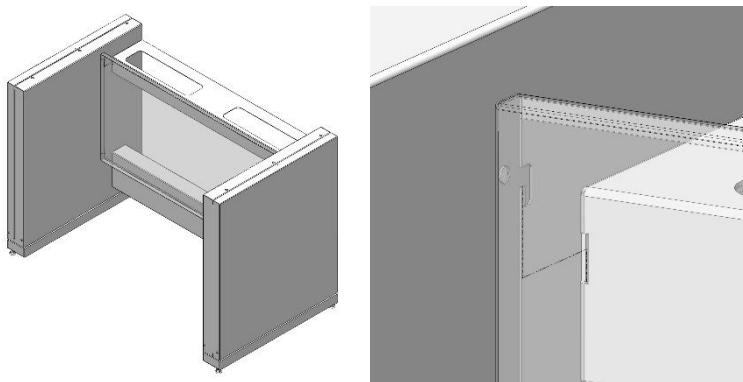

Рис. 2. Установка задней панели
- 6.2. Если вытяжной шкаф не комплектуется тумбой – установить на каркас заднюю панель (Рис. 2).